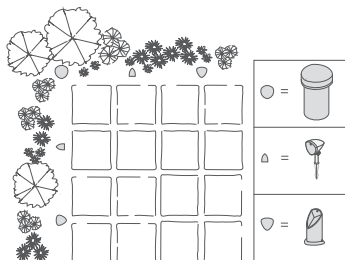

图 2
- 结合 Definitive Technology BL 系列柱式扬声器使用 (见图 2)